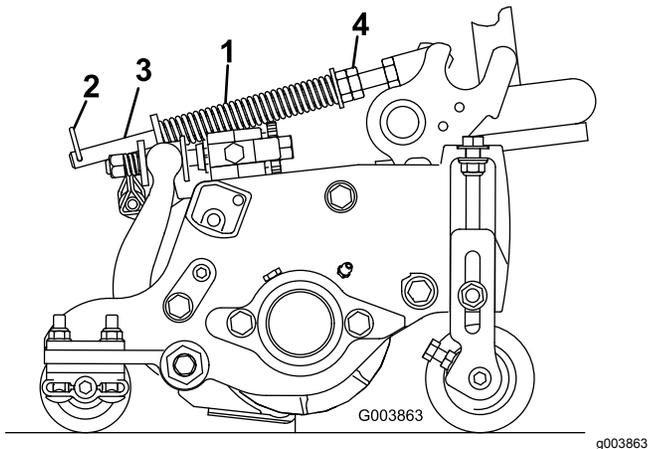

Рисунок 17
Пружина компенсации состояния грунта (Рисунок 17) переносит вес с переднего на задний валик. Это препятствует образованию на грунте волнообразных неровностей (так называемых «волн» или «трясок»).
1. Убедитесь, что игольчатый шплинт вставлен в заднее отверстие штока пружины (Рисунок 17).
2. Затяните шестигранные гайки в передней части штока пружины так, чтобы длина сжатой пружины составляла 12,7 см на машине с 5-дюймовыми режущими блоками или 15,9 см на машине с 7-дюймовыми режущими блоками (Рисунок 17).